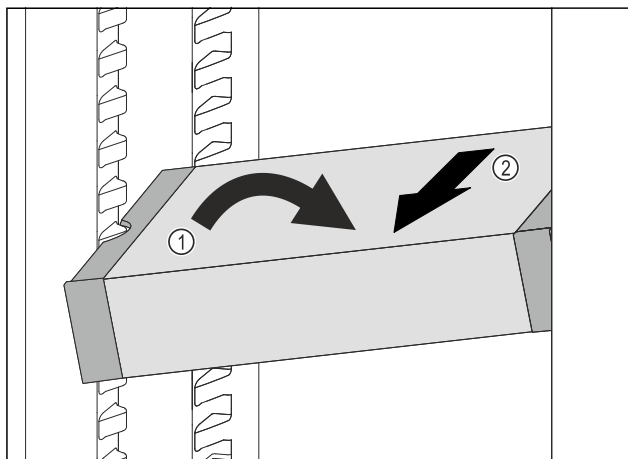

Fig. 93
- Stil VarioSafe på skrå ind i kølesektionen. Fig. 93 (1)
- Tag VarioSafe ud fremefter. Fig. 93 (2)